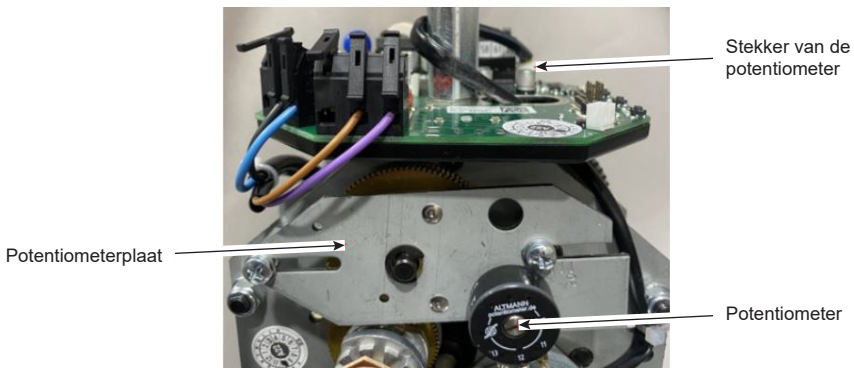

Fig. 14
- Raadpleeg Fig. 14 Installatie en afstelling van de potentiometer voor productoriëntatie.